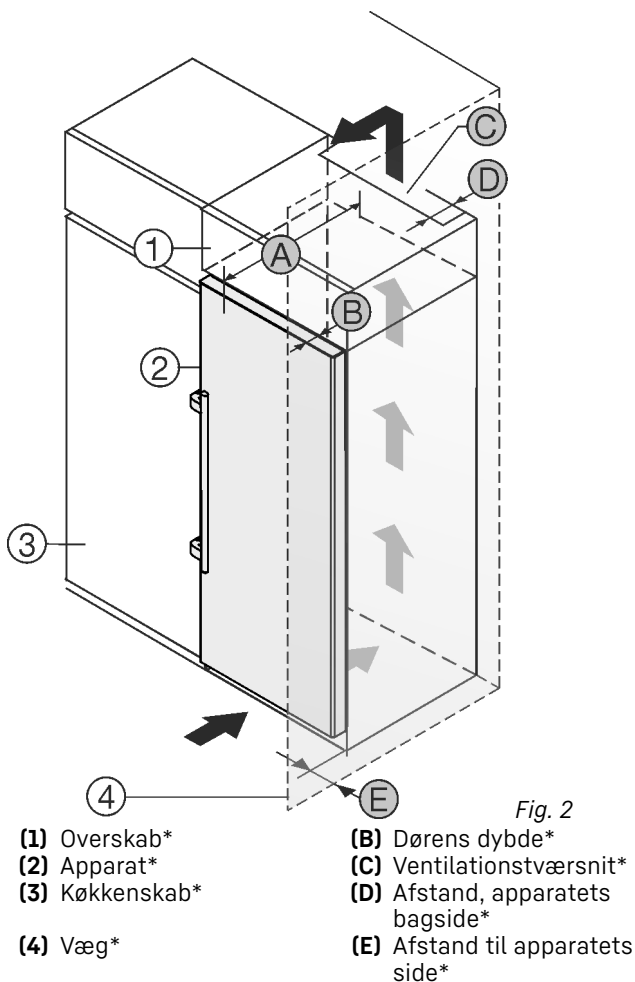

Fig. 2
Opstil apparatet lige ved siden af køkkenskabet Fig. 2 (3)*
På bagsiden af overskabet skal der være en ventilationskanal med dybden Fig. 2 (D) over hele overskabets bredde.*
Ventilationstværsnittet Fig. 2 (C) under rummets loft skal overholdes.*
Hvis apparatet opstilles med hængslerne ved siden af en væg Fig. 2 (4), skal afstanden mellem apparatet og væggen være mindst 57 mm. Dette svarer til det, som grebet rager frem, når døren er åben.*
For at døren kan åbnes helt, skal apparatet rage frem med dørens dybde Fig. 2 (B) i forhold til køkkenskabets forside. Apparatet kan rage mere ud afhængigt af køkkenskabenes Fig. 2 (3) dybde og anvendelsen af vægafstandsholdere.*